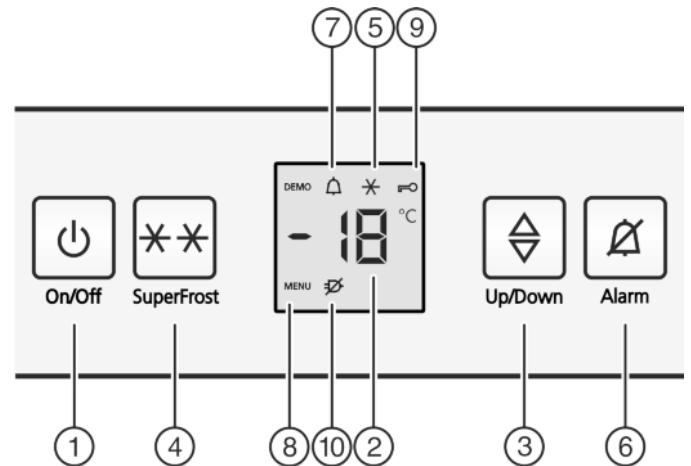

Fig. 2
- ▶ Pritisnite tipku za On/Off Fig. 2 (1).
- ▷ Uređaj je uključen. Indikator temperature i simbol za alarm Fig. 2 (7) trepću sve dok temperatura nije dovoljno niska.
- ▶ Aktiviranje načina rada s namještanjem: Pritisnite tipku SuperFrost *Fig. 2 (4)* oko 5 sekundi.
- ▷ Na zaslonu se prikazuje simbol 'izbornik' *Fig. 2 (8)*.
- ▶ Tipkom SuperFrost *Fig. 2 (4)* kratko potvrditi.
- ▷ Simbol 'osiguranje za djecu' *Fig. 2 (9)* svijetli na zaslonu.
- ▶ Kratko pritisnite tipku On/Off *Fig. 2 (1)*.
- ▷ Simbol 'osiguranje za djecu' *Fig. 2 (9)* se gasi.
- ▶ Pritisnite tipku za alarm *Fig. 2 (6)*.
Istovremeno trepće indikator temperature i simbol za alarm *Fig. 2 (7)*.
Zvučni alarm se automatski gasi, simbol za alarm *Fig. 2 (7)* se gasi, a indikator temperature prestaje treptati, kada je temperatura ponovo dovoljno niska.